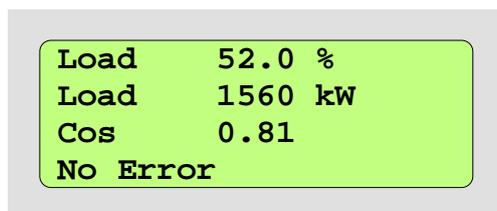

Abbildung 2: LCD im Messwertefenster-Modus
- im Messwertefenster-Modus, vgl. hierzu den Abschnitt ↑ 4.3 Messwertefenster-Modus, Displayaufbau entsprechend Abbildung 2 und